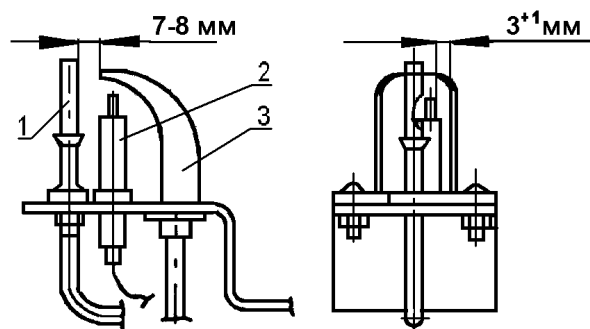

Рис.3 Устройство запальное
4.6. Устройство запальное Рис.3 предназначено для крепления запальника, термопары, свечи зажигания и розжига основной горелки. Для обеспечения воспламенения газа зазор между электродом свечи зажигания и запальником должен быть в пределах 3+1 мм.
6.12. Проверьте работу пьезорозжига. При нажатии на кнопку пьезорозжига 11 (Рис.1) должна проскакивать искра между электродом свечи 2 (Рис.3) и запальником 3 (Рис.3).